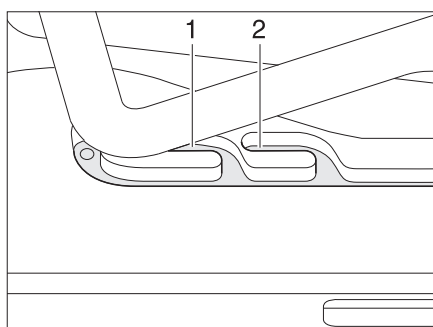
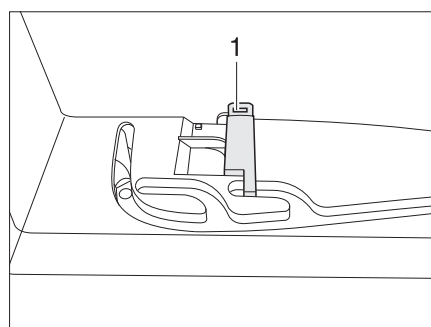

Fig. 46 Lanterneau Heki en position de ventilation
Fig. 47 Verrouillage position de ventilation
Il est possible d'amener le lanterneau Heki en deux positions de ventilation : Position pour mauvais temps (Fig. 46,1) et position intermédiaire (Fig. 46,2). Suivant le modèle, il est possible de verrouiller le lanterneau en position intermédiaire avec le verrou (Fig. 47,1).
- Pousser légèrement l'étrier vers le haut, le pousser dans la glissière choisie (Fig. 46,1 ou 2) et le verrouiller si nécessaire.